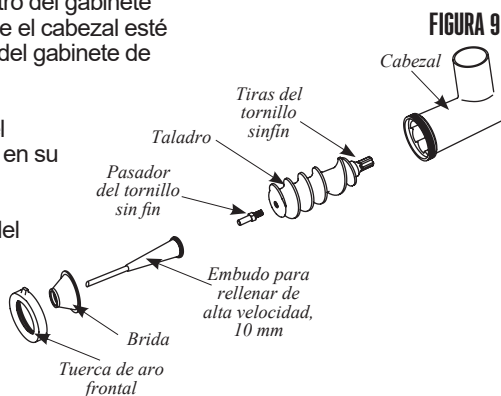

FIGURA 9
3. Inserte el tornillo sinfín dentro del cabezal (**FIGURA 9**). Alinee las tiras del tornillo sinfín con el eje de transmisión del molino.